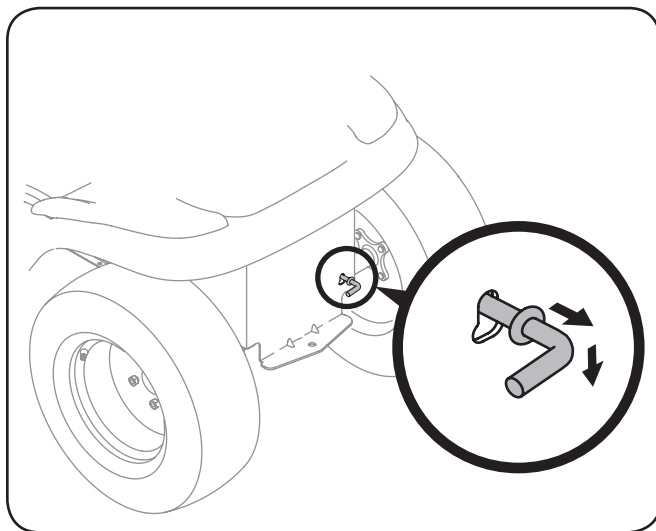

Figure 3-1
1. Repérez la tige de dérivation à l'arrière du tracteur. Voir Figure 3-1.